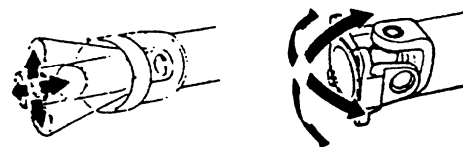
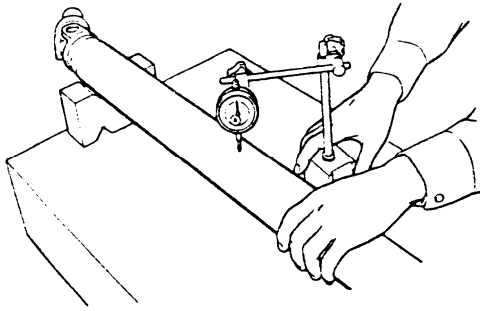

图 4-78 查滑套颚、中间颚及凸缘颚形接头的磨损程度、损伤或龟裂
图 4-79 检查传动轴的弯曲度
- (1) 如图 4-78 所示，检查滑套颚、中间颚及凸缘颚形接头的磨损程度、损伤或龟裂。
- (2) 检查传动轴上之颚形接头之磨损程度、损伤或龟裂。
- (3) 如图 4-79 所示，检查传动轴之弯曲度、损伤程度。传动轴失圆度的极限值为 0.6mm。